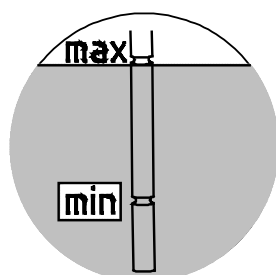

Figure 23 : Contrôle du niveau d'huile avec la jauge
4. **Réducteur avec réservoir de niveau d'huile** : dans le réservoir de niveau d'huile, le niveau d'huile doit être vérifié à l'aide de la vis de fermeture équipée d'une jauge (filetage G1¼). Le niveau d'huile doit être compris entre les valeurs maximum et minimum indiquées sur la jauge complètement vissée (voir la Figure 23). Le niveau d'huile doit éventuellement être compensé avec le type d'huile correspondant. Ces réducteurs ne peuvent être utilisés que dans la position de montage indiquée au chapitre 7.1 "Formes et maintenance".